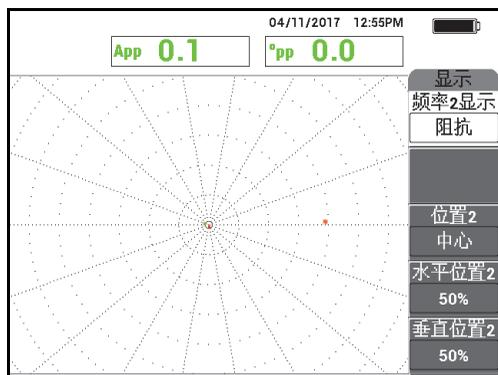

图 5-180 频率 2 显示菜单
2. 按两下显示菜单键（），显示**频率 2 显示菜单**（参见第 238 页的图 5-180）。